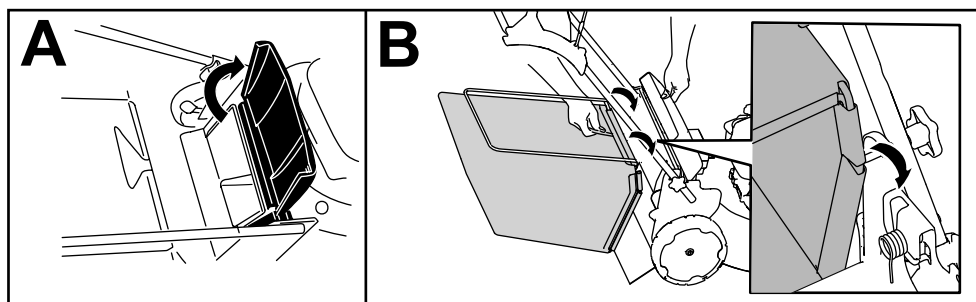

Figure 15
1. Soulevez le déflecteur arrière et maintenez-le dans cette position (A de Figure 15).
2. Montez le bac à herbe en veillant à insérer les ergots dans les fentes sur le support du guidon (B de Figure 15).